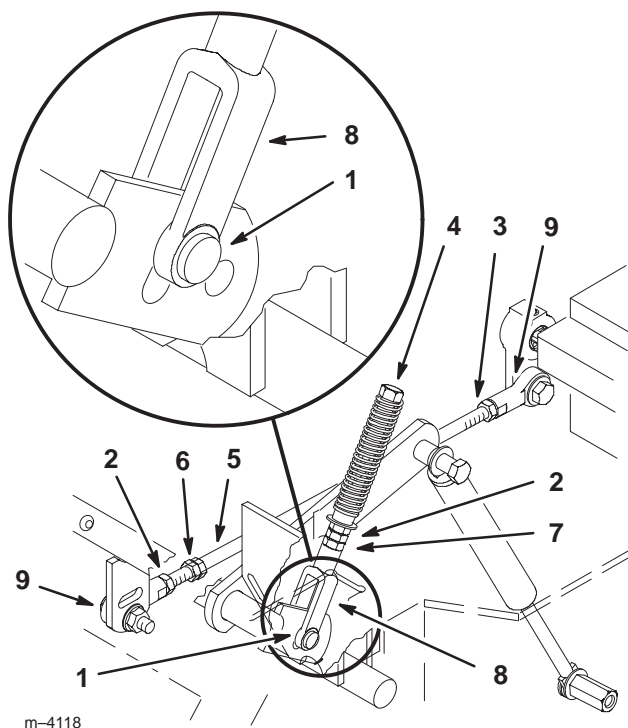

Figure 50
6. Tirez-le ensuite en arrière jusqu'à ce que l'axe de chape (situé sur le bras au-dessous de l'axe de pivot) touche l'extrémité de la fente (c.-à-d. commence juste à appuyer sur le ressort) (Fig. 50).
8. Si un réglage s'impose, desserrez l'écrou et l'écrou de blocage vissés contre la chape (Fig. 50).
10. Serrez l'écrou et l'écrou de blocage (Fig. 50).
1. Desserrez les contre-écrous sur les rotules de la tige de commande de la pompe (Fig. 50).
3. Réglez la longueur de la tige de pompe en tournant les doubles écrous dans le sens voulu, jusqu'à ce que la roue soit immobilisée ou tourne légèrement en marche arrière (Fig. 50).
6. Serrez les écrous contre les rotules (Fig. 50).